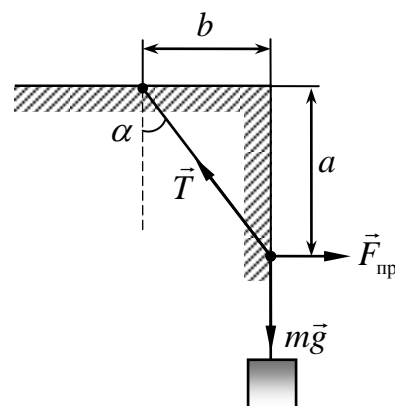

Рис. 2. Вимірювання  $\operatorname{tg} \alpha$ .
4. Для знаходження  $\operatorname{tg} \alpha$  можна, наприклад, попередньо проградуювати за допомогою смужки міліметрового паперу дві суміжні сторони прямокутного аркуша. При виконанні досліду відтягнута нитка утворює на аркуші прямокутний трикутник з катетами  $a$  і  $b$  (рис. 2).